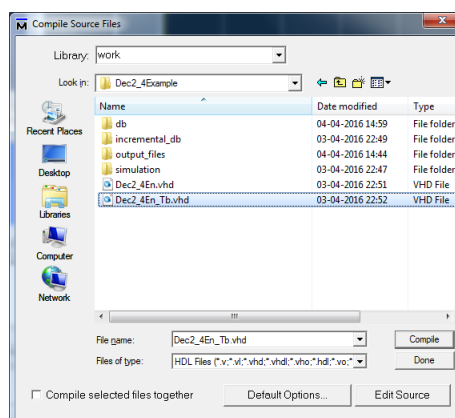

Figura 5 – Compilação da *testbench* “Dec2_4En_Tb.vhd”.
8. Compile a *testbench* através do menu “Compile → Compile”, selecionando o ficheiro “Dec2_4En_Tb.vhd” e premindo “Compile” (Figura 5).